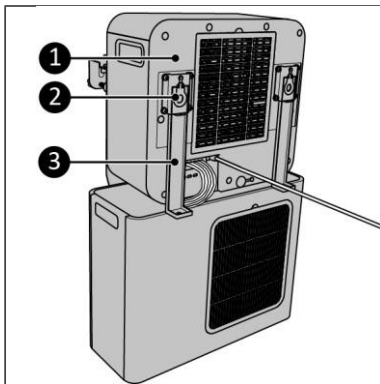

Figura 8
7. Fissare le staffe superiori del caravan (Figura 8, pos. 3) all'unità interna (Figura 8, pos. 1) utilizzando i ganci di gomma (Figura 8 pos. 2).